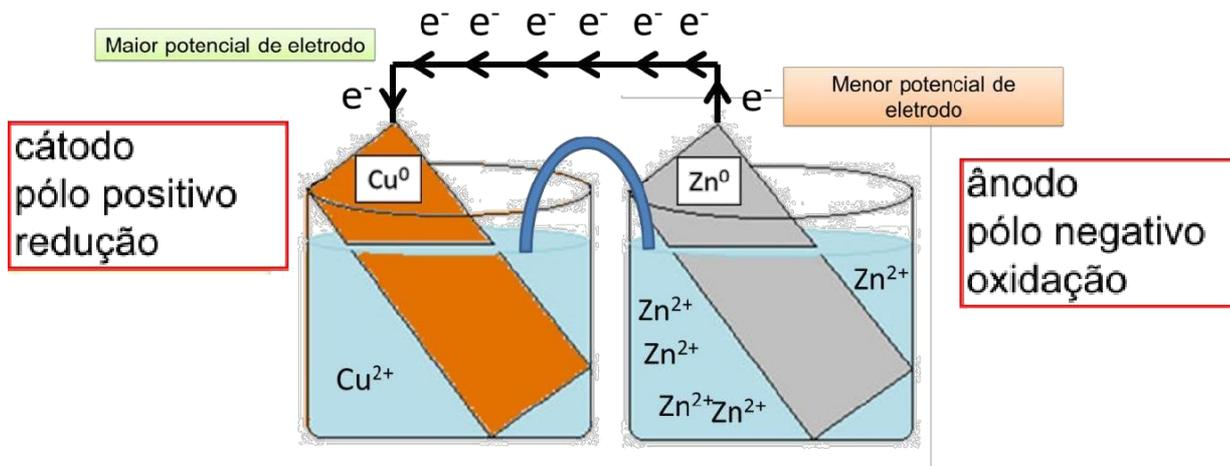

Figura 2. Célula galvânica.
Uma célula galvânica, unidade básica da corrosão eletroquímica, formada pelos seguintes componentes (Figura 2):
- **Eletrólito:** solução aquosa que faz o transporte de íons. O eletrólito remove os cátions produzidos pela oxidação no ânodo e fornece cátions para a redução no cátodo (observação₁: os cátions fornecidos para o cátodo são quaisquer tipos de cátions presentes na solução, não apenas os liberados pela dissociação dos átomos metálicos do próprio cátodo; observação₂: a ponte salina colocada no esquema da Figura 2 permite a passagem de íons de uma solução para a outra, numa situação análoga à dos metais mergulhados num mesmo eletrólito).